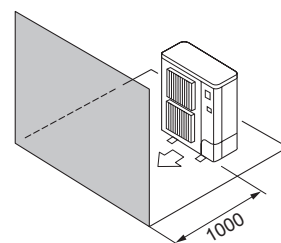

Fig. 2-9
- ④ Alleen obstakels aan de voorzijde (Fig. 2-9)